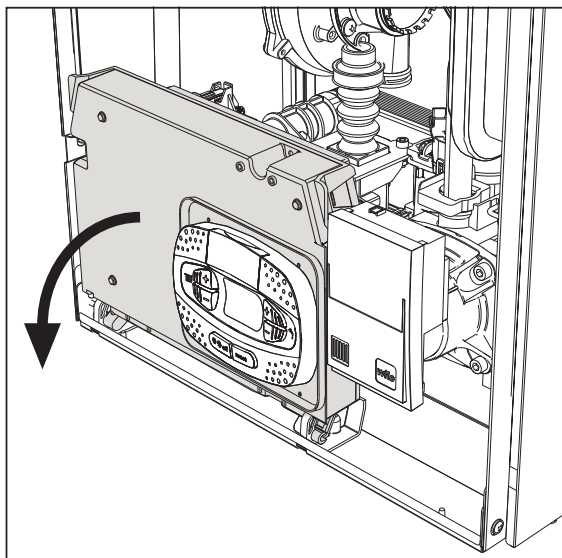
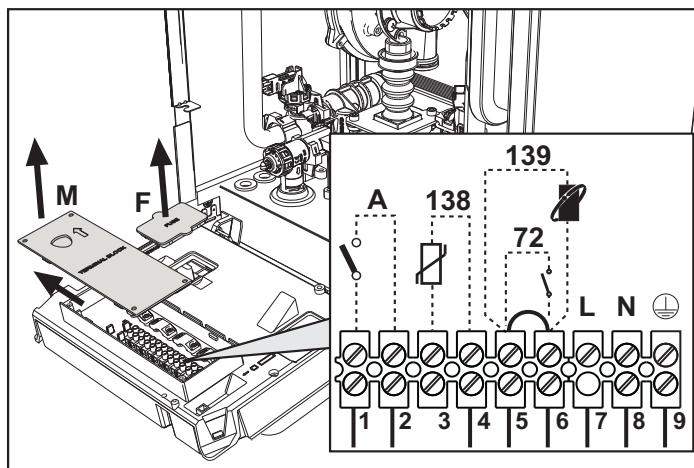

fig. 19
fig. 20
Dopo aver tolto il pannello frontale (sez. "Apertura del pannello frontale" a pag. 33) è possibile accedere alla morsettiere (M) e al fusibile (F) seguendo le indicazioni descritte di seguito (fig. 19 e fig. 20). **I morsetti indicati nella fig. 20 devono essere a contatti puliti (non 230V).** La disposizione dei morsetti per i diversi allacciamenti è riportata anche nello schema elettrico alla fig. 62.